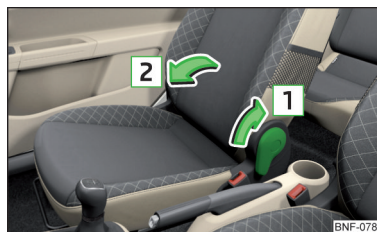

Bild 51
- För att **fälla fram** ska du dra spaken i pilriktningen **1** och fälla fram ryggstödet i pilriktningen **2** » bild 51. Spärren måste haka i hörbart.